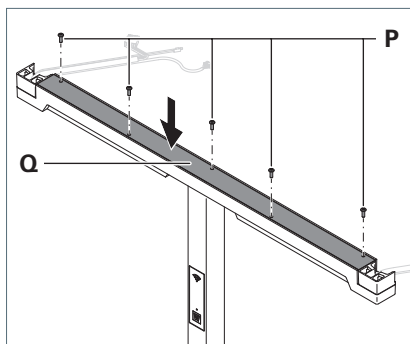

Fig. 11: Querträger- Abdeckung montieren.
1. Legen Sie die Abdeckung **Q** auf den Querträger, siehe Fig. 11.